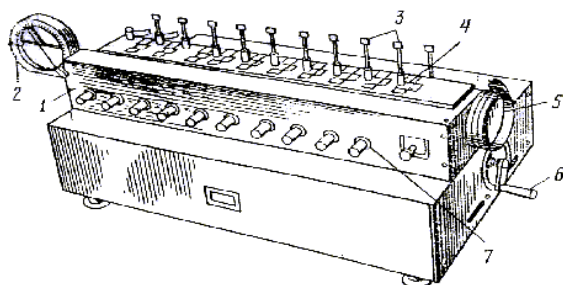

Рис.6. Стандартный прибор СМТ для определения несминаемости материала
2) Закрепить пробы на поворотном барабане (5) прибора СМТ (рис.6). Для этого, последовательно поднимая лапки предварительного нагружения (3), заложить пробы под прижимные пластины (4) так, чтобы их края совпадали с Т-образным контуром, нанесенным на пластине поворотного барабана. С помощью